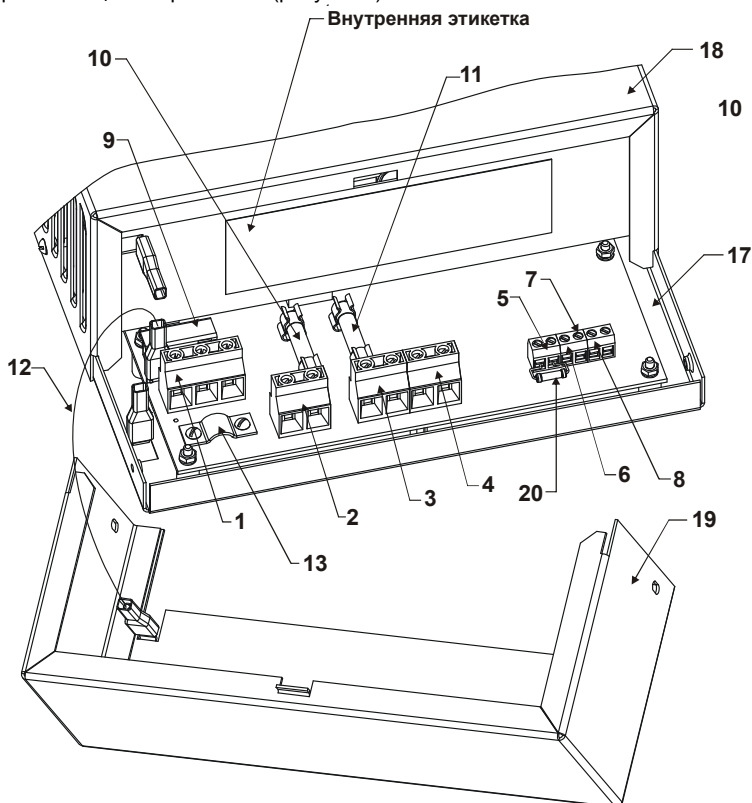

РИСУНОК 1
Источник размещен в металлическом корпусе, состоящем из дна, кожуха основного и кожуха монтажного отсека. Кожух основной скрывает радиоэлементы, не требующие обслуживания при эксплуатации источника, под кожухом монтажного отсека расположены элементы коммутации и защиты (рисунок.1), которые размещены на печатной плате.
Снимите кожух монтажного отсека поз.19 рисунок.1 для доступа к элементам коммутации и защиты. При необходимости отсоедините перемычку заземления поз.12 рисунок.1.
- ◆ Подключите, соблюдая фазировку, сетевые провода и провод заземления, (или шнур питания сетевой входящий в комплект поставки), к соответствующим контактам колодки «Сеть». Подключаемые провода пропустите под прижимной планкой (поз.13 рисунок. 1), предварительно ослабив фиксирующие ее винты не более чем на 4-5 оборотов, после чего затяните винты прижимной планки до обеспечения жесткой фиксации проводов.
- ♦ Закройте кожух монтажного отсека поз.19 рисунок.1, подсоединив к нему перемычку заземления поз.12 рисунок.1, если она была отсоединена.